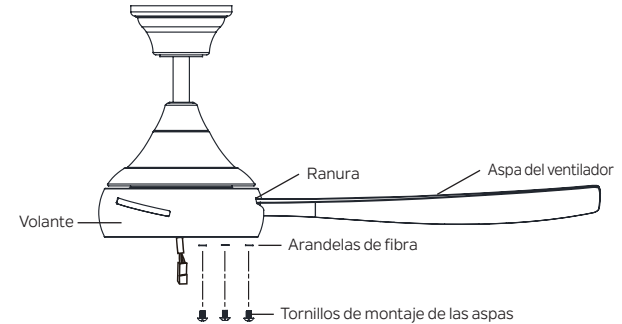

Figura 18
Paso 1. Inserte el aspa del ventilador a través de una ranura en el volante. **(Figura 18)**
Paso 2. Repita para las aspas restantes. **(Figura 18)**